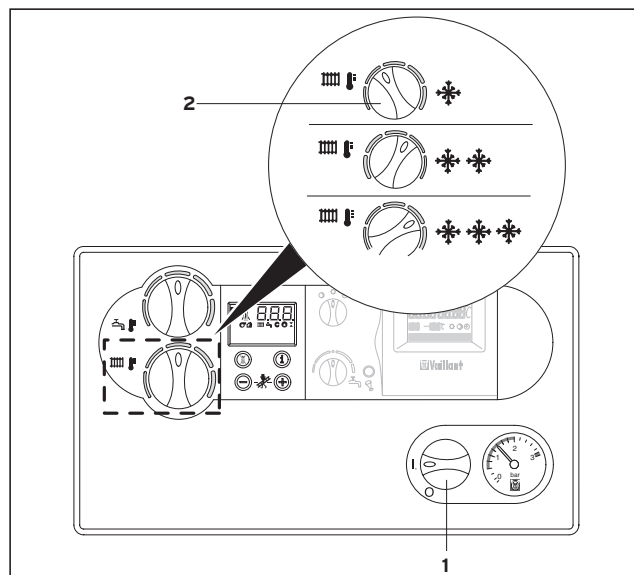

Fig. 3.11 Setarea temperaturii pe tur
3.5.1 Setarea temperaturii pe tur (fig. 3.11)